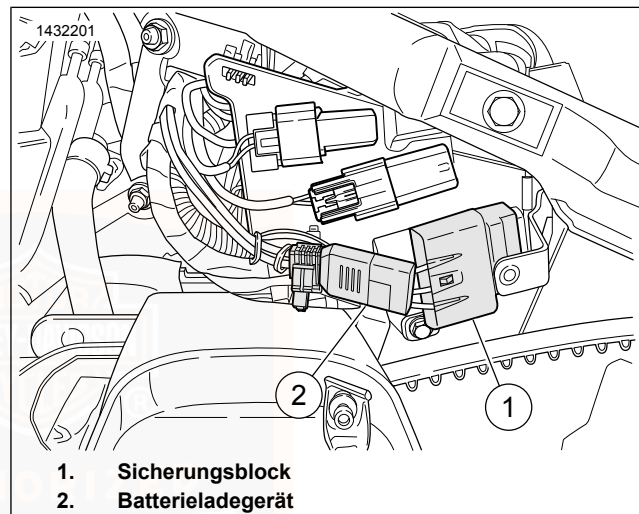
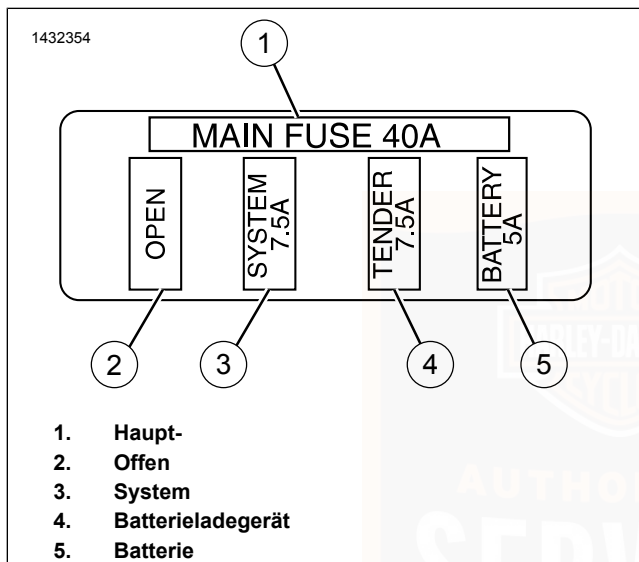

Abbildung 88. Sicherungen
Abbildung 89. Sicherungsblock
3. Siehe Abbildung 88 und Abbildung 89. Sicherungsblock aus der Elektrizität am Motorrad ausbauen.
3. Siehe Abbildung 88 und Abbildung 89. Sicherungsblock aus der Elektriztafel am Motorrad ausbauen.